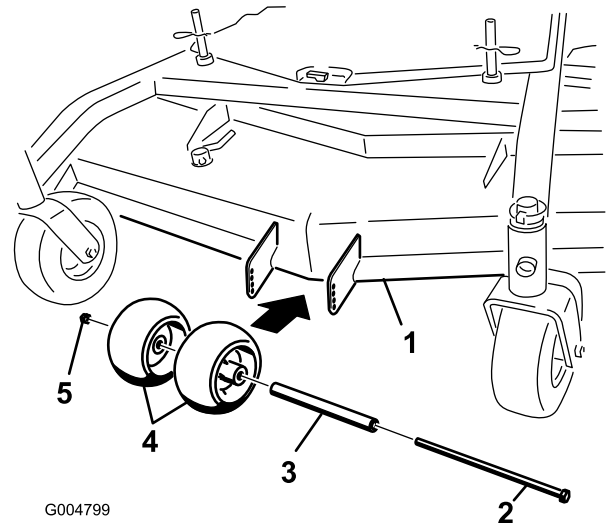
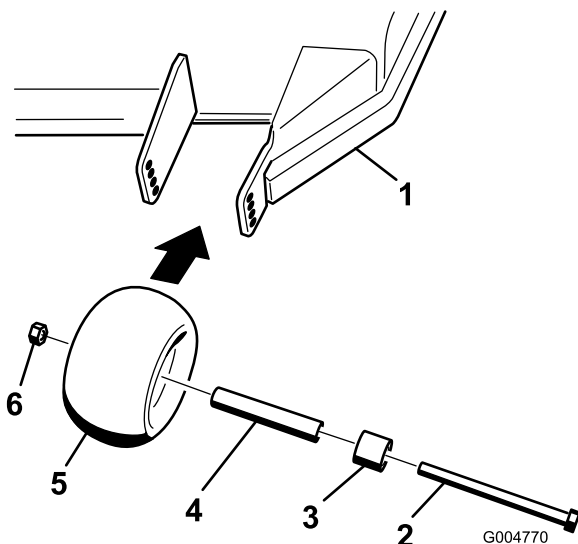

Figura 13
Figura 14
1. Después de ajustar la altura de corte, revise los rodillos para asegurarse de que haya una separación mínima del suelo de 10 mm (3/8 pulg.) (Figura 13, Figura 14).
2. Si es necesario realizar ajustes, retire el perno, las arandelas y la tuerca (Figura 13, Figura 14).
3. Seleccione un taladro para que los rodillos tengan una separación mínima del suelo de 10 mm (3/8 pulg.) (Figura 13, Figura 14).
4. Instale el perno y la tuerca (Figura 13, Figura 14).